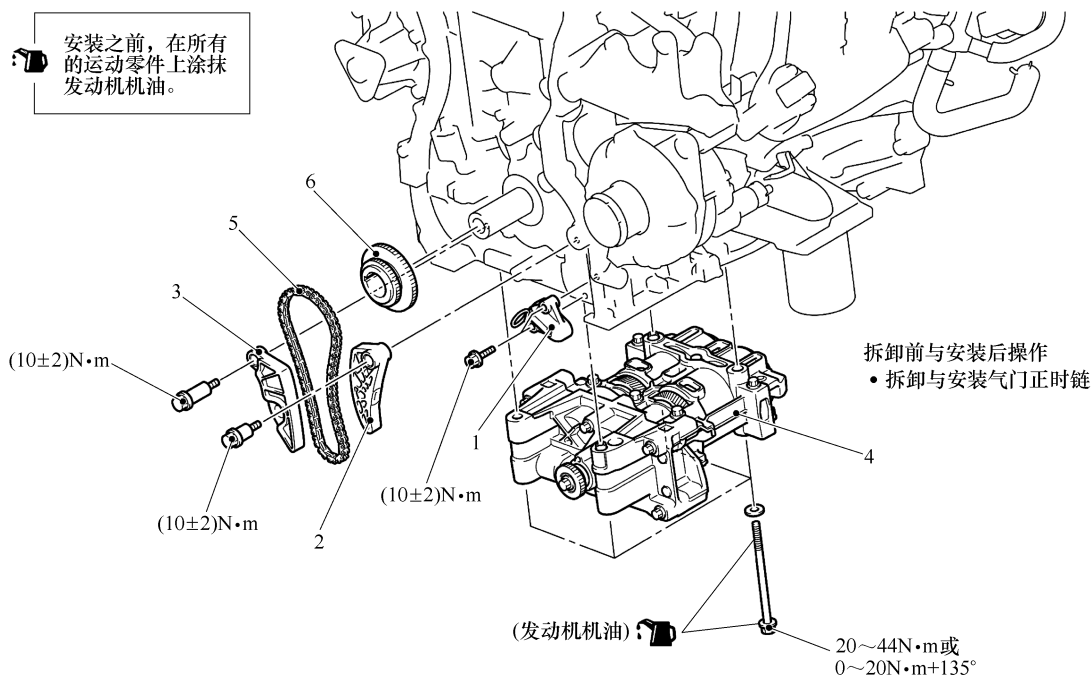

图 4-75 平衡轴正时链单元分解
(2) 曲轴链轮/平衡器正时链/平衡轴和机油泵模块的安装 如图 4-75 所示。